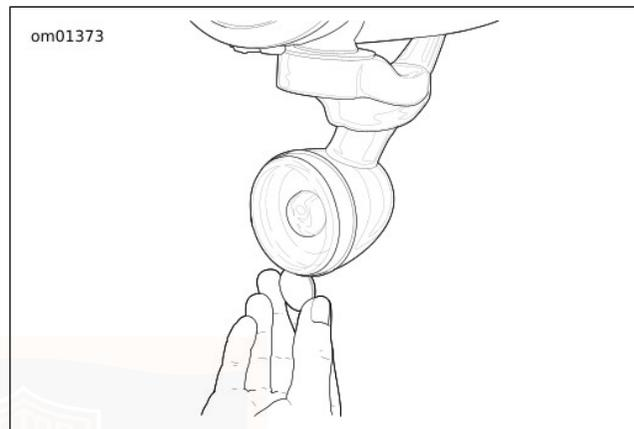

Figure 65. Encoche du capuchon de diffuseur
1. Voir Figure 65. Introduire une pièce de monnaie ou la lame d'un petit tournevis dans l'encoche en bas du capuchon du diffuseur. Tourner lentement la pièce jusqu'à ce que le capuchon du diffuseur sorte du boîtier d'ampoule.